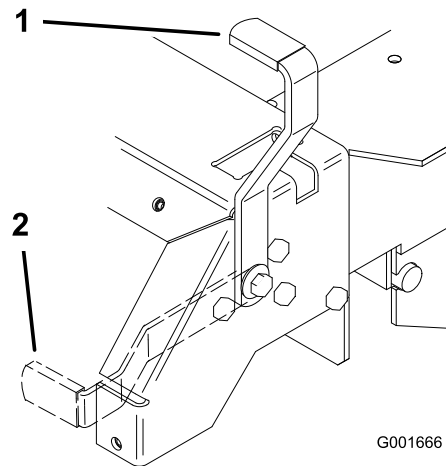

Figure 11
2. Tirez le frein de stationnement vers le haut et l'arrière pour le serrer (Figure 11). Une fois serré, le frein de stationnement ne doit plus bouger.
Poussez le levier du frein de stationnement vers l'avant et vers le bas (Figure 11) pour le desserrer.